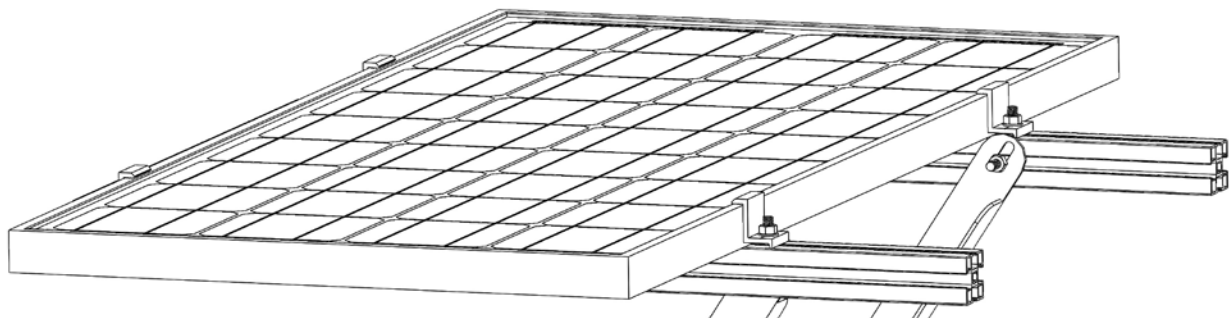

Figura 7
- E. Una vez las Grapas (J) se encuentren en una posición adecuada para sostener el panel, deslice el panel en el soporte, deslice el extremo de la grapa sobre el borde del panel de manera que las superficies queden al ras, como se muestra en la **Figura 7**.
- F. Fije la Grapa de Cierre con una Tuerca (K) y la Arandela (H).